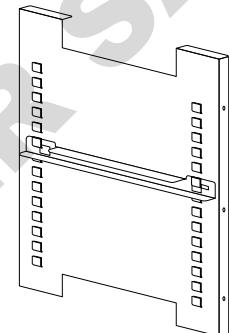

Figure 1-10. Montant installé
4. La figure 1-10 représente l'un des montants installé sur le conduit latéral droit.